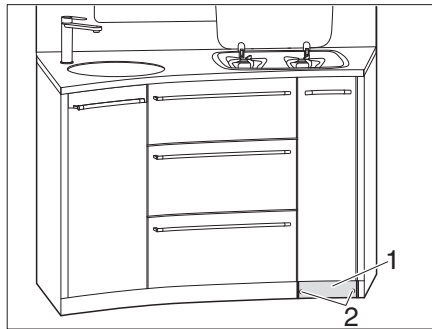

Bild 118 Skruva av sockel
- Skruva av 2 skruvar (Bild 118,2) på sockeln (Bild 118,1).
- Ta av sockeln (Bild 118,1).